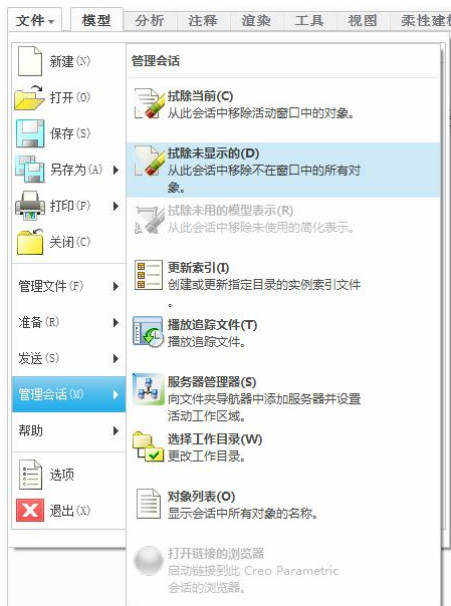
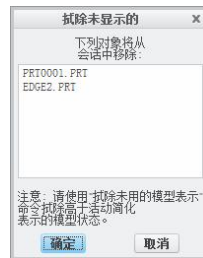

图 2-12 选择拭除操作
图 2-13 拭除未显示文件
- (1) 选择“文件”主菜单中“管理会话”下的“拭除”相关选项，如图 2-12 所示。
- (2) 选择“拭除当前”选项，可将当前激活的模型从内存中清除。
- (3) 如果是删除非激活模型，可以选择“拭除未显示的”项，系统将显示如图 2-13 所示对话框，让用户选择不需要的模型文件。